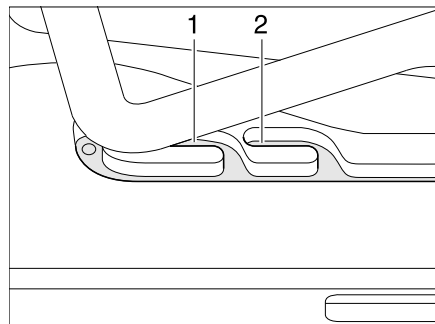
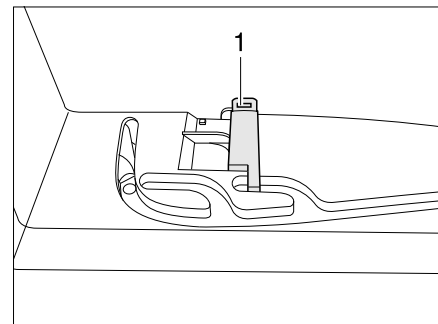

Bild 49 Heki-Dachhaube in Lüftungsstellung
Bild 50 Verriegelung Lüftungsstellung
Die Heki-Dachhaube kann in zwei Lüftungsstellungen gebracht werden: Schlechtwetterstellung (Bild 49,1) und Mittelstellung (Bild 49,2). Je nach Modell kann die Dachhaube in der Mittelstellung mit dem Riegel (Bild 50,1) verriegelt werden.
- Den Bügel leicht nach oben drücken und in die gewählte Führung (Bild 49,1 oder 2) schieben und ggf. verriegeln.